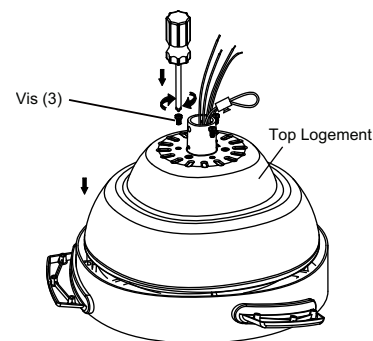

Fig. 6
**Étape 2.** Nourrissez soigneusement les fils de ventilateur vers le haut par le trou central du logement supérieur, placez le logement supérieur au-dessus du corps de moteur et alignez les trous. Insérez trois (3) vis du bloc matériel dans les trous et serrez-les solidement. (Fig.6)